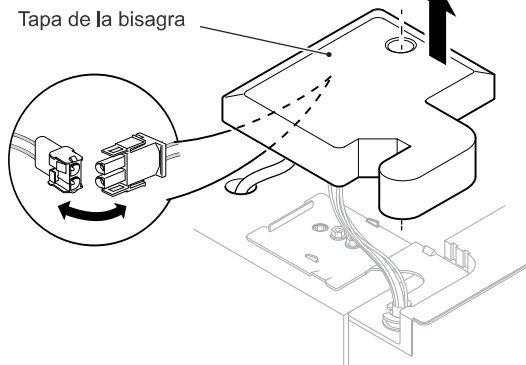

Fig. 4-6
2. Afloje los tornillos que sujetan la bisagra superior y retírela (Fig. 4-6).